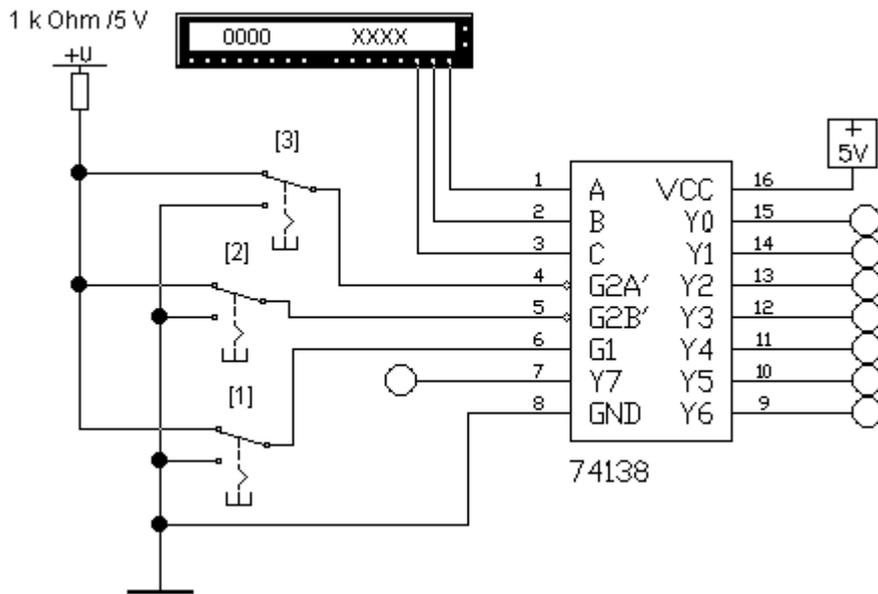

Рисунок 16.5.
1. Соберите схему (*рисунок 16.5*). Установите генератор слов в пошаговый режим. Включите схему. С помощью соответствующих ключей установите состояние управляющих входов $G1=0$, $G2A=G2B=1$. Подавая на входы A , B , C слова от генератора слов и наблюдая состояние выходов с помощью логических пробников, заполните таблицу функционирования дешифратора 74138 в отчете.